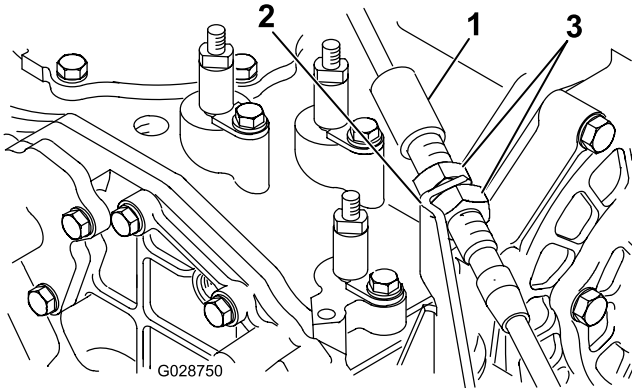

図 14
- 5. PTOレバーケーブルのもう一方の端を、コンソールの右側にある開口部とコンソール後部のケーブルホルダーに通す (図 14)。